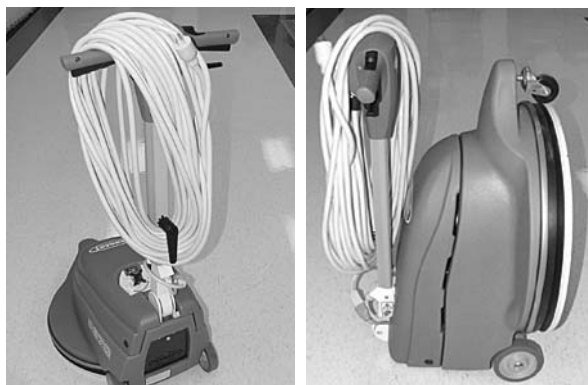

図 11
1. 保管の前に電源コードを抜き、パッドを取り外します。コードの損傷を防ぐため、コードフックとハンドルにコードをしっかりと巻きつけてください。(図11)
3. 狭い場所に保管する場合は、操作ハンドルを図11のように折りたたみます。